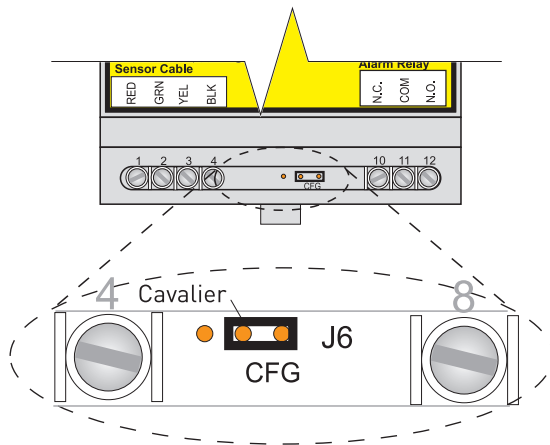

Figure 7a. Cavalier de configuration en position de configuration (CFG)
- Montez le cavalier de configuration du module TTSIM-1A en position de configuration (CFG), comme indiqué en Figure 7a.